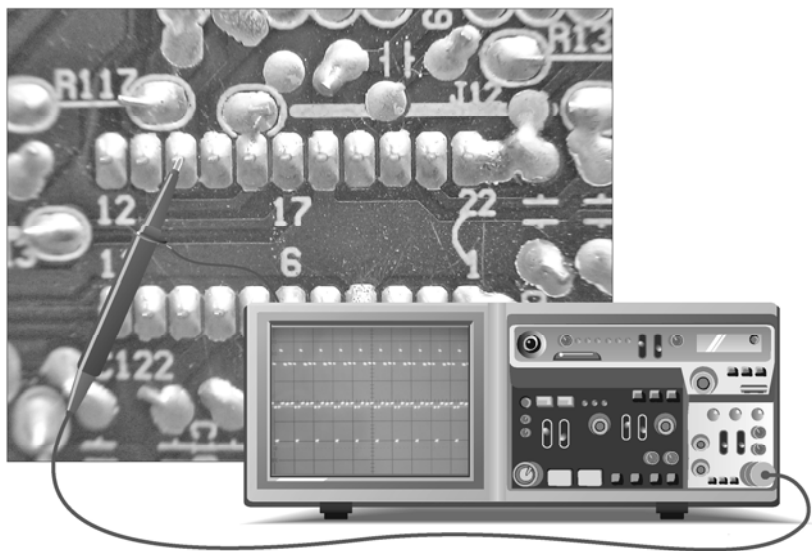

图 2-13 检测 IC101④脚 B 信号输出
最后检测 B 信号输出是否正常，将示波器的放在①④脚的焊点上，具体检测方法及步骤如图 2-13 所示，在正常情况下，应能得到如图 2-13 所示信号波形输出。